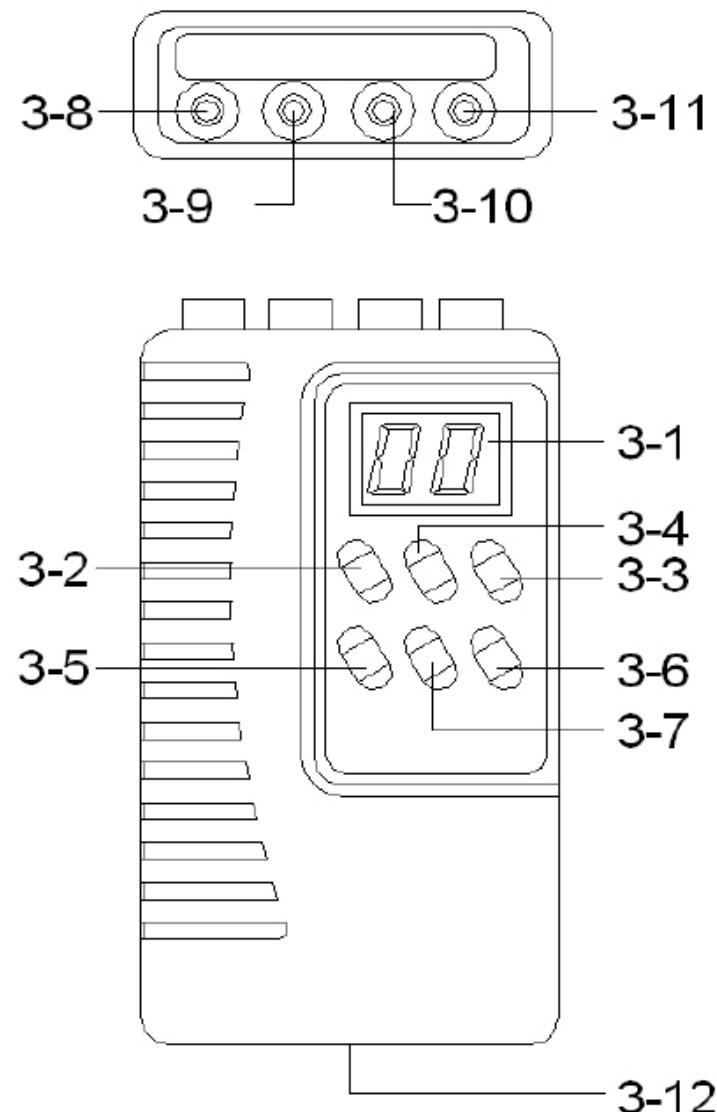

Fig. 1
2. Aprire il vano batterie (3-12, Fig.1).
- a) Per il collegamento diretto con strumenti dotati di presa RS-232 (fare riferimento a pag.4) dovrà essere collegato il plug del cavo UPCB-03 alla presa "DIRECT Input Socket" (3-10, Fig.1) dello strumento DL-9601A.
- a. Collegare il plug earphone alla presa "Direct Output Socket" (3-11, fig.1) ed impostare la gamma sulla posizione 1/direct type per il trasferimento dei dati.
- b. Collegare il plug earphone alla presa "Isolate Output Socket" (3-9, fig.1) ed impostare la gamma sulla posizione 2/isolate type per il trasferimento dei dati.
- 2) Premere il pulsante "Function Button" (3-3, Fig. 1) fino a visualizzare sul display (3-1, fig.1) l'indicazione "AUTO REC" con il simbolo "PS" di pausa.
- 3) Premere il pulsante "Pause Button" (3-6, fig. 1), i dati relativi all'ora e data vengono salvati nel Data logger in base al tempo di campionamento. Quando i dati sono stati salvati, sul display appare l'indicazione "rC" e l'indicatore "REC" lampeggerà per un istante.
- 4) Se intendete fermare l'acquisizione dei dati, premere il pulsante "Pause Button" (3-6, fig. 1), sul display dello strumento apparirà l'indicazione "PS".
- 2) Premere il pulsante "Function Button" (3-3, Fig. 1) fino a visualizzare sul display (3-1, fig.1) l'indicazione "MANUAL REC" con il simbolo "PS" di pausa.
- 3) Premere il pulsante “Pause Button” (3-6, fig. 1), i dati relativi all’ora e data vengono salvati nel Data logger in base al tempo di campionamento. Quando i dati sono stati salvati, sul display appare l’indicazione “rC” e l’indicatore “REC” lampeggerà per un istante.
- 4) Se intendete fermare l’acquisizione dei dati, premere il pulsante “Pause Button” (3-6, fig. 1), sul display dello strumento apparirà l’indicazione “PS”.
- 1) Accendere il Data Logger premendo il pulsante “Power Button” (3-2, fig.1), sul display apparirà l’indicazione “PS” (pausa).
- 2) Premere il pulsante “Date/Time Button” (3-4, Fig.1) continuamente per almeno 2 secondi, rilasciare quindi il pulsante, il display LCD inizierà a lampeggiare. Ora il Data Logger è pronto per l’impostazione dell’orario.
- a. Inserire il plug earphone alla presa “Direct Output Socket” (3-11, Fig.1) quando si utilizza il cavetto diretto RS-232 (UPCB-01 fornito in dotazione con lo strumento) per il trasferimento dei dati.
- b. Inserire il plug earphone alla presa “Isolate Output Socket” (3-9, Fig.1) quando si utilizza il cavetto isolato RS232. (UPCB-02 opzionale) per il trasferimento dei dati.
- 2) Premere il pulsante “Function Button” (3-3, Fig.1) fino ad ottenere sul display la visualizzazione “OUT%” con il simbolo “PS” di pausa.
Presa uscita diretta (3-11, Fig.1)
Presa uscita isolata (3-9, Fig.1)